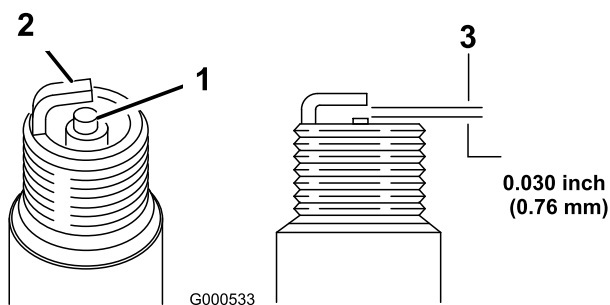

Figura 45
1. Veja a parte central das velas de ignição (Figura 45).
2. Verifique a folga entre os elétrodos central e lateral (Figura 45) e dobre o eletrodo lateral, se verificar uma folga incorreta.